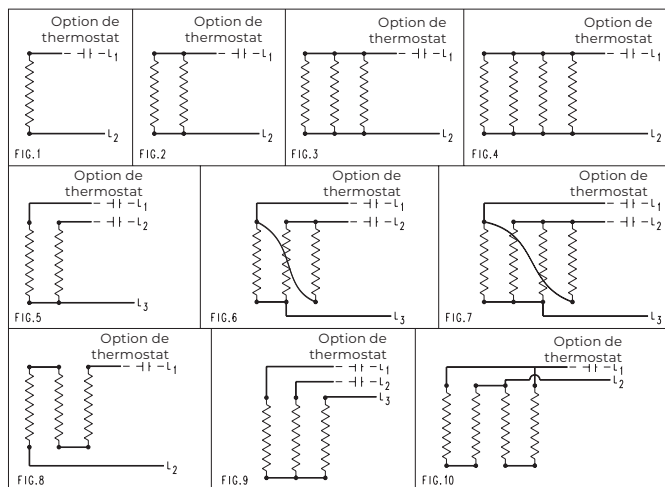

Figure 9 – Schéma du câblage
- 5.1 Brancher les broches de raccordement électrique aux bornes indiquées L1 et L2 pour un radiateur monophasé et L1, L2 et L3 pour un radiateur triphasé comme illustré à la Figure 9, page 17.
Part No.	Schéma du câblage (Figure 9)